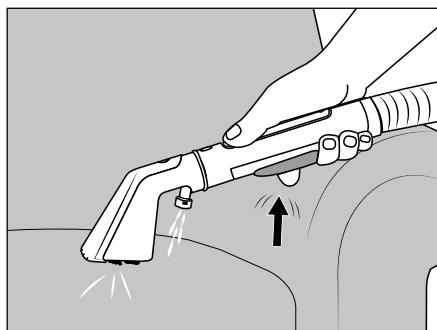

Fig. 6
(1) Durante a utilização do aparelho, certifique-se de que as aberturas de sucção 23/31 do bocal para estofos 22 ou do bocal para frestas 29, não ficam bloqueadas. Uma obstrução pode ser causada por objetos soltos, fiapos, cabelos, etc. Isto pode provocar danos no bocal para estofos 22 ou no bocal para frestas 29, impedindo o seu funcionamento correto. (2) Antes de proceder à limpeza, verifique as indicações constantes nas etiquetas de instruções de limpeza do fabricante dos estofos/tapetes. O aparelho não é adequado para têxteis sensíveis (p. ex. seda, couro, Flokati, etc.).
(3) Quando utilizar produtos de limpeza (produto de limpeza com vinagre e produtos de limpeza de estofos) teste primeiro a resistência da cor. Comece sempre a limpeza numa área pouco visível. (4) O aparelho deve estar corretamente montado e o reservatório de água limpa ❷ deve estar abastecido antes do funcionamento. (5) Desligue o aparelho, antes de trocar o bocal para estofos 22 pelo bocal para frestas 29 ou vice-versa. (6) Se o reservatório de água suja 7 estiver cheio, a boia 6 fecha a abertura de sucção e o aparelho funciona a uma velocidade elevada. Desligue imediatamente o aparelho (ver capítulo 7.1. **Limpar o reservatório de água suja**).
- ◆ Mantenha o bocal para estofos 22 2-3 cm acima da área a limpar. Acione o botão de pulverização 20, para pulverizar água/solução de limpeza através do bocal de pulverização 26 (ver fig. 6).